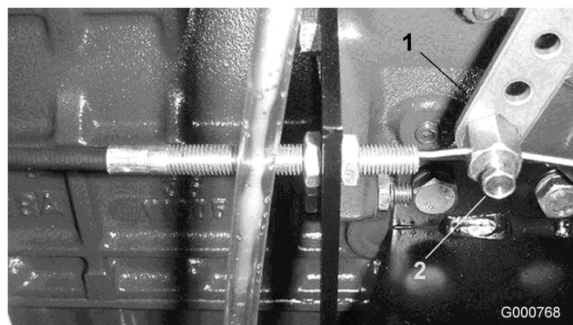

Figura 44
2. Desaperte o dispositivo de ligação do cabo do regulador na alavanca da bomba de injeção (Figura 44).